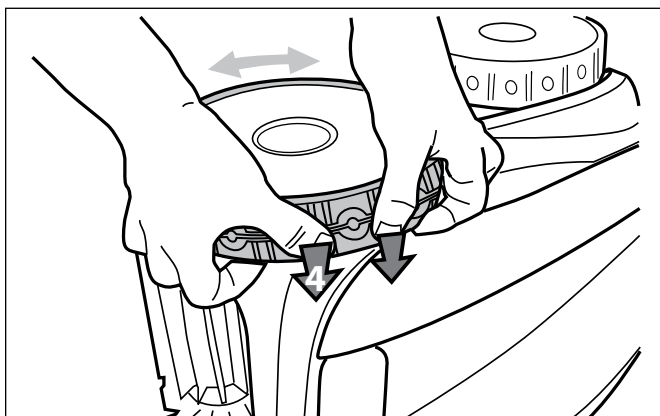

Figure 40. Remettre le pneu sur la roue
6. Pousser et placer la nervure du côté intérieur du pneu dans la rainure de la roue (Figure 40). Au besoin, faire tourner la roue doucement pour faciliter l'installation.